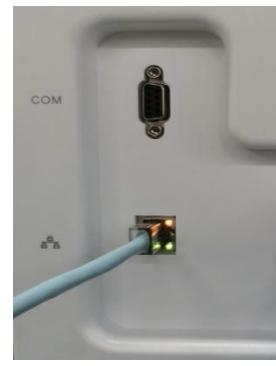

Figura 2-1 Conexión del cable de alimentación Figura 2-2 Conexión del cable de datos
Asegúrese de que el interruptor de encendido del panel trasero del instrumento esté en posición de apagado (O), saque el cable de alimentación y enchufe un extremo al interruptor de alimentación y el otro extremo en una toma de corriente o regleta. La conexión del cable de alimentación se muestra en la Figura 2-1.